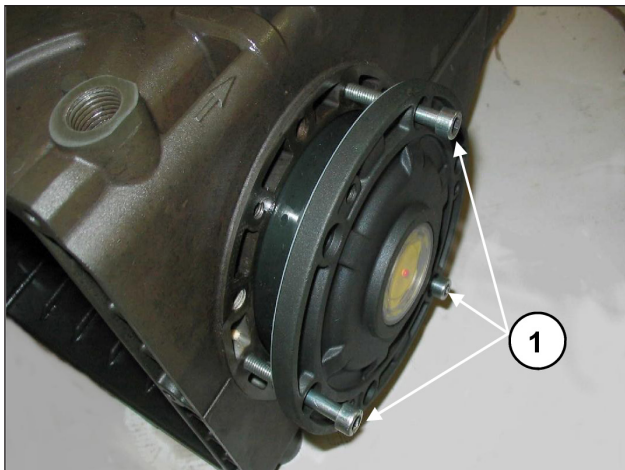
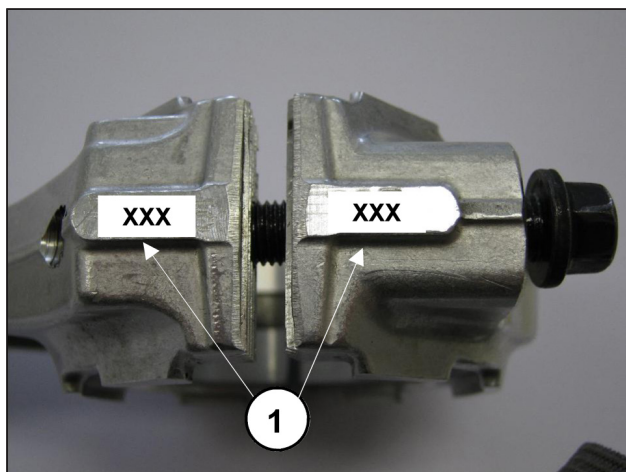

Fig. 8
Fig. 9
Per facilitare l'imbocco del primo tratto ed il relativo inserimento dei coperchi sul carter, si consiglia l'utilizzo di N° 3 viti M6 x 40 parzialmente filettate, (Fig. 8, pos. ①) per poi completare l'operazione con le viti in dotazione (M6x18).
- Accoppiare i cappelli biella ai relativi fusti facendo riferimento alla numerazione (Fig. 9, pos. ①).
Dopo aver smontato i coperchi laterali, come indicato al par. 2.1.1, togliere la ghiera esterna dei cuscinetti dai relativi coperchi e la ghiera interna con la rimanente parte del cuscinetto, dalle due estremità dell'albero tramite un normale "cacciaspina" o attrezzo equivalente come indicato nelle Fig. 8 e Fig. 9.